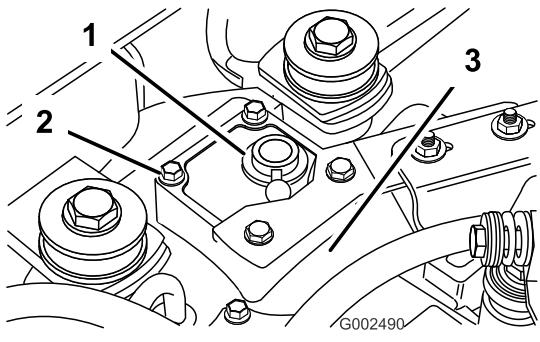

Figura 5
- Retire los cuatro pernos que fijan la tapa a la parte superior del alojamiento del transeje (Figura 5). Retire el soporte del silenciador.